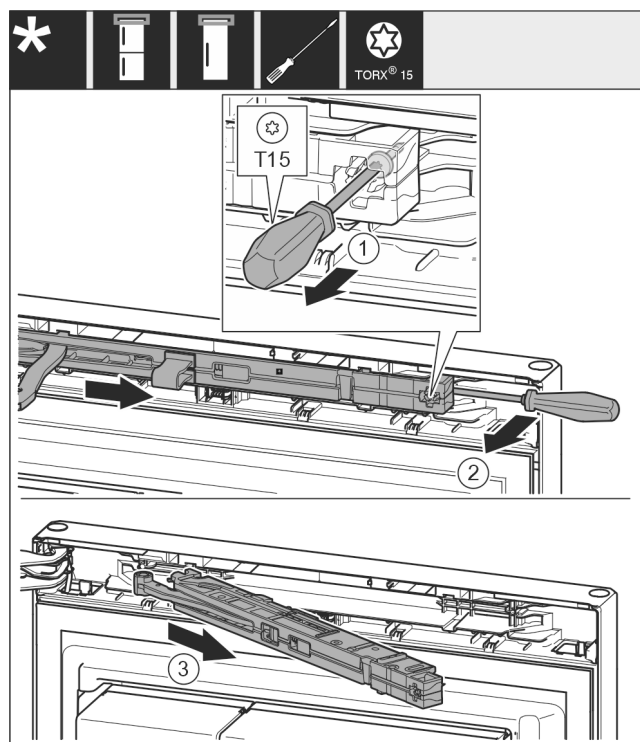

Fig. 8
- ▶ Schroef op de sluitdempeleenheid met schroevendraaier T15 ca. 14 mm losdraaien. Fig. 8 (1)
- ▶ Een schroevendraaier aan de kant van de handgreep achter de sluitdempeleenheid plaatsen en eenheid naar voren draaien. Fig. 8 (2)
- ▶ Sluitdempeleenheid eruit trekken. Fig. 8 (3)